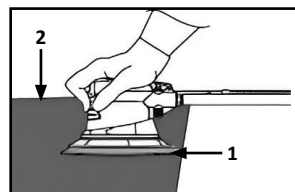

Fig. 4
2. Placez le plateau de ponçage (1) de la ponceuse pneumatique sur la pièce (2) à lisser. (Fig. 4)